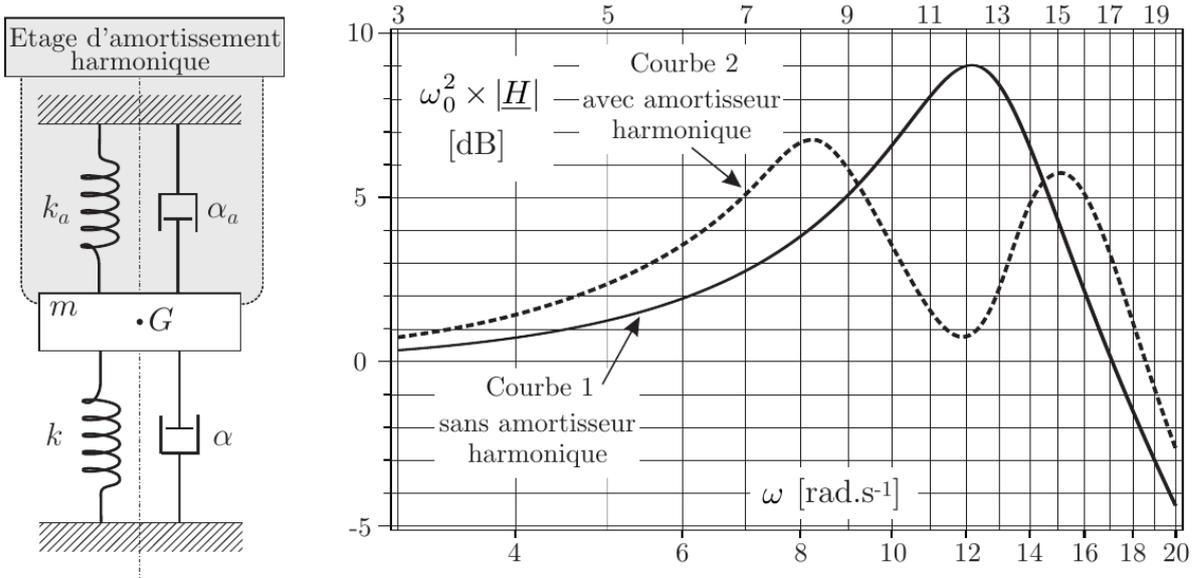

FIGURE 3 – Schéma et réponse d’un amortisseur harmonique appliqué au modèle du Millennium Bridge.
□ 5 — En se plaçant dans l'hypothèse  $\xi^2 \ll 1$  et à partir d'une analyse de la courbe 1 de la figure 3, déterminer un ordre de grandeur de  $\xi$  ainsi que la valeur de la pulsation propre  $\omega_0$  de l'oscillateur modélisant le Millennium Bridge avant la mise en place des amortisseurs harmoniques.